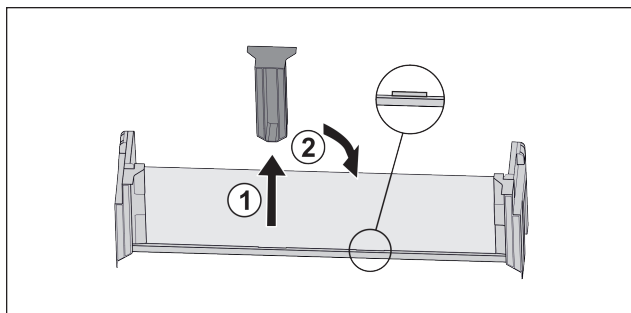

Fig. 110
- ▶ Skinite srednji pridržni dio Fig. 110 (1).
- ▶ Umetnite srednji pridrži dio na drugom položaj Fig. 110 (2).